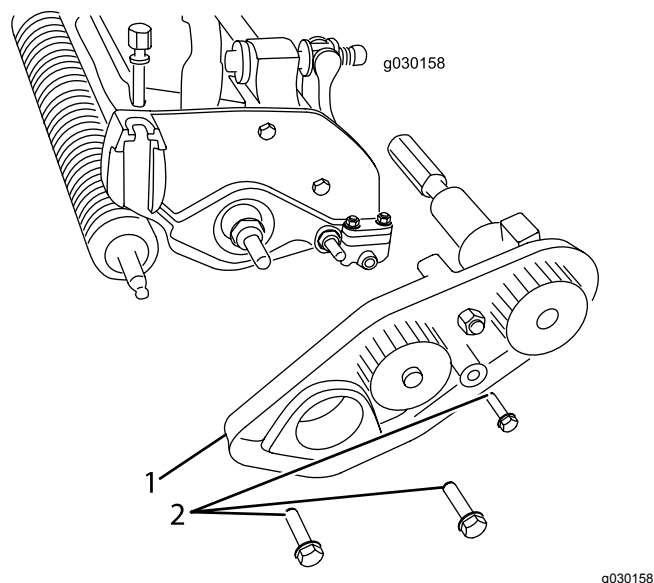

Рисунок 6
4. Отверните 3 болта, которые крепят узел ременного привода к режущему блоку (при наличии), и снимите весь узел (Рисунок 6).
11. Вставьте другой конец вала механической щетки в левую опорную пластину (Рисунок 6).
- A. Установите узел ременного привода, используя ранее снятые болты, и убедитесь, что боковая пластина поворачивается свободно (Рисунок 6).